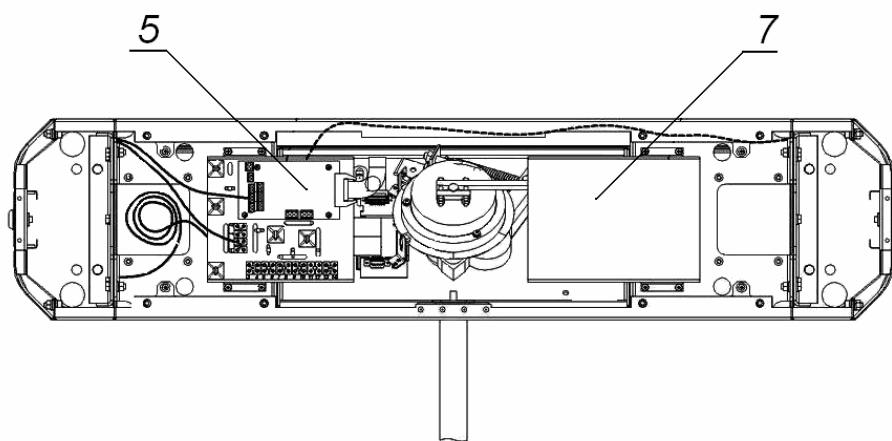
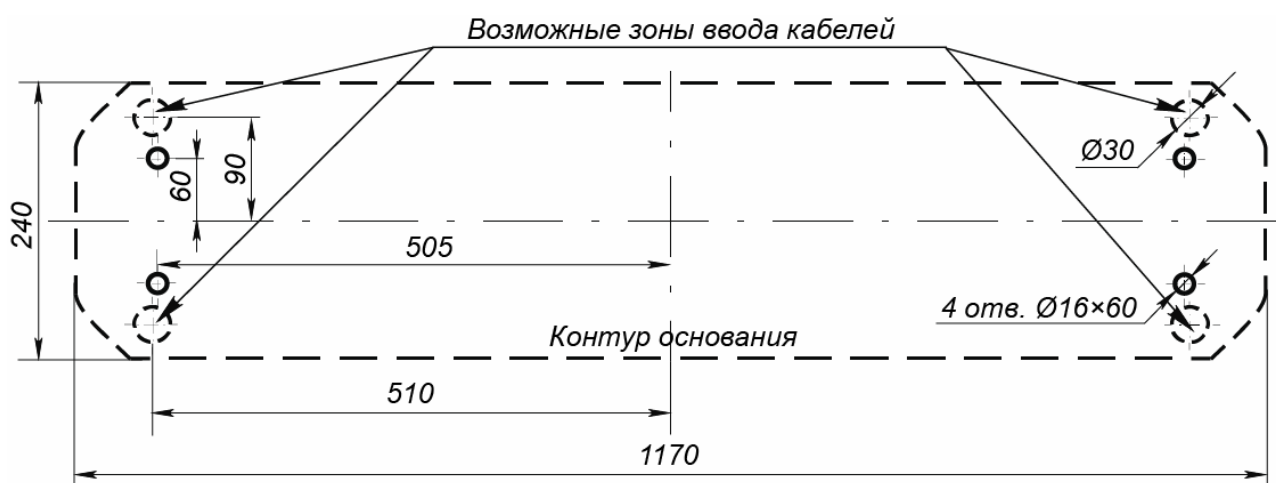

Рисунок 10. Схема прокладки кабелей в стойке турникета:
Рисунок 13. Схема разметки для установки стойки турникета
- 2 Подготовьте в полу отверстия под гильзы анкеров для крепления стойки турникета (см. рис. 13). При необходимости прокладки кабелей под поверхностью пола подготовьте в полу кабельный канал, подходящий к зоне ввода этих кабелей в стойку турникета. Установку и крепление стойки производите после прокладки всех кабелей в кабельном канале и внутри стойки. Прокладка кабелей внутри стойки показана на рис. 10.
Конструкцией турникета предусмотрена возможность установки платы контроллера СКУД внутрь корпуса турникета. Установка платы осуществляется на кронштейн (7, рис. 10). Максимальный допустимый размер устанавливаемой платы контроллера 160×150×35 мм.